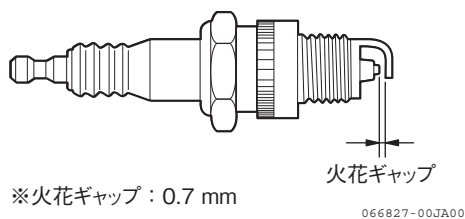

図 4-38 火花ギャップ
6. 火花ギャップ（電極すき間）を0.7mmに調整します。(図 4-38)
電極部が損耗または、破損したものは新品と交換します。点検のしかたの要領で点火プラグを外し、交換してください。(図 4-36、図 4-38)